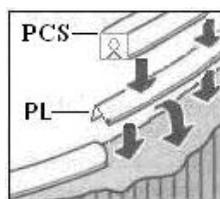

fig. 22
- Installer le profilé blanc (PCS) en dessus du profilé PL (fig. 22), tout au long du périmètre de la piscine. Entre les colonnes laissez +/- 10 mm de distance entre les profilés (voir photo 3).